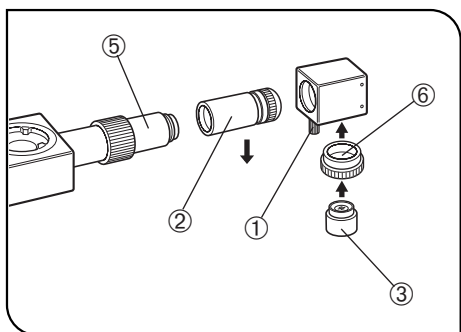

Fig. 7
2. Quando l'U-DA è montato sopra un altro tubo intermedio (Fig. 7)